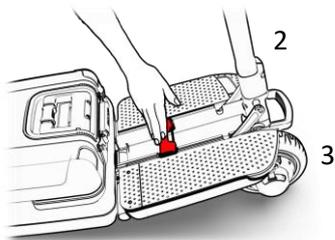

Figure 11
8. Rangez la poignée dans l'espace désigné (voir la figure 11).